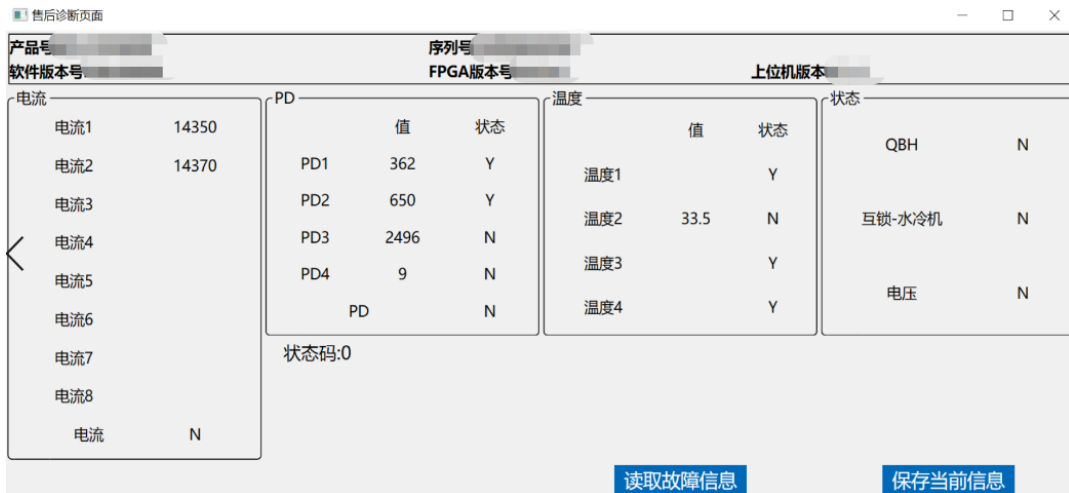

图 11 售后诊断界面
- 功率及温度波形图显示区域，可在功率和温度间切换，点击左侧红框标志的“功率”按钮可切换到温度图形显示，可勾选相应的温度显示在波形图上，售后诊断界面可确认激光器电流等状态的确认（图 11）。